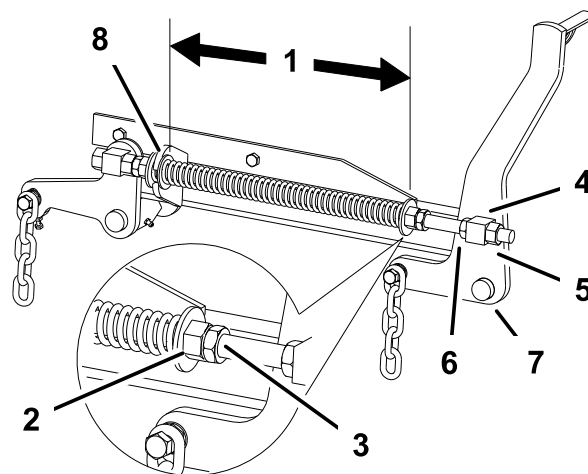

Figura 79
2. Compruebe la distancia entre las dos arandelas grandes, que debe ser de 29,2 cm (11-1/2 pulg.) (Figura 79).
3. Ajuste esta distancia aflojando la contratuerca elástica y girando la tuerca que está delante de cada muelle (Figura 79). Gire la tuerca en el sentido de las agujas del reloj para acortar el muelle y en el sentido contrario a las agujas del reloj para alargar el muelle.
4. Fije la tuerca en la posición deseada apretando la contratuerca elástica (Figura 79).